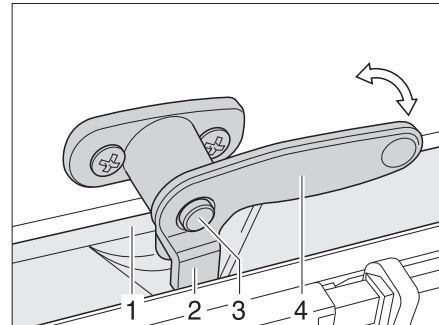

Bild 72 Verriegelungshebel mit Sicherungsknopf in Stellung "geschlossen"
- Falls vorhanden, den Sicherungsknopf (Bild 72,3) drücken und gedrückt halten.